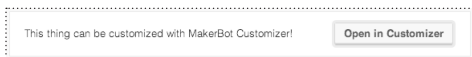

Рис. 13.1
2. На странице предмета нажмите кнопку Open in Customizer (Открыть в Настройщике) [Рис. 13.1]. После этого вы увидите список настраиваемых параметров предмета.